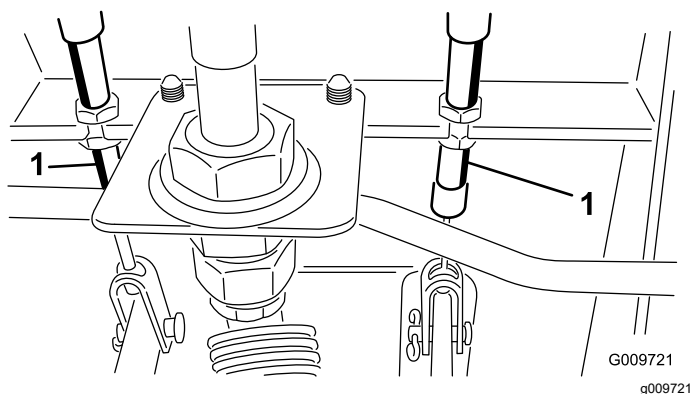

図 87
- A. ブレーキケーブル 図 87 の端にある前ナットをゆるめる。